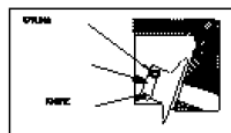

Fig. 7
4. Kiinnitä terä tarttumalla terän nuppiin. Liu'uta terä O-renkaan yli terätappiin. Käännä samalla työntäen terää kunnes se asettuu terän pidintä vasten. Fig 7.